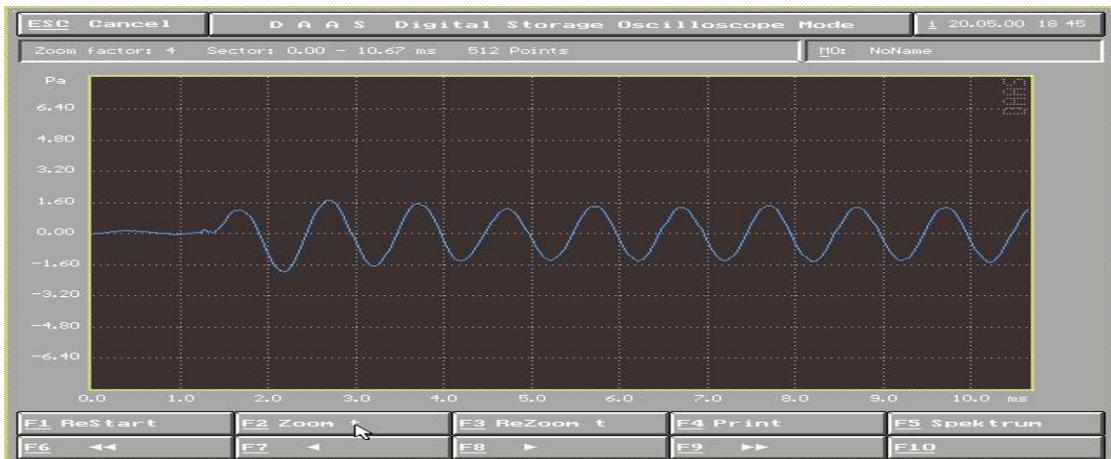

图 53
4) 点击 F1 Start 开始测试, 要终止测试按 F2 Pause 暂停, 得到图 53 波形
- 5) 图 53 中